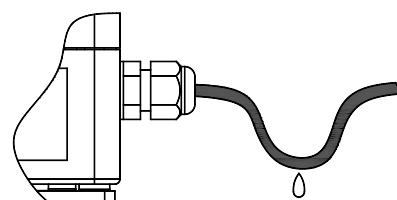

Рисунок 8.10
8.6.12 Для предотвращения скапливания конденсата непосредственно перед герметичным вводом и попадания внутрь ПМ влаги рекомендуется сделать небольшой прогиб кабеля (см. рисунок 8.10).